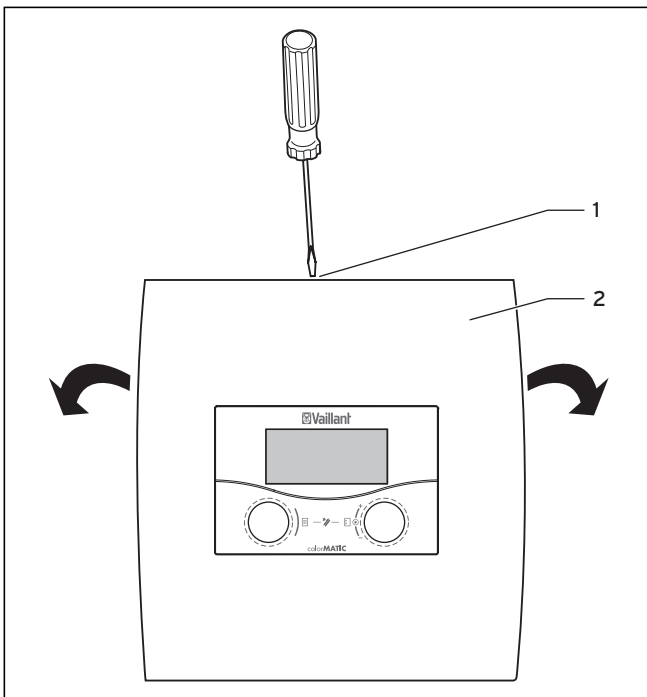

Abb. 10.2 Wandaufbau öffnen
- Lösen Sie die Schraube (1) an der Oberseite des Wandaufbaus.
- Klappen Sie die Gehäuseabdeckung (2) nach unten. Hängen Sie die Gehäuseabdeckung aus und nehmen Sie sie ab.
- Ziehen Sie den Regler vom Wandaufbau ab. Führen Sie dazu einen Schraubendreher in die beiden Rastlaschen ein (→ **Abb. 10.2**).